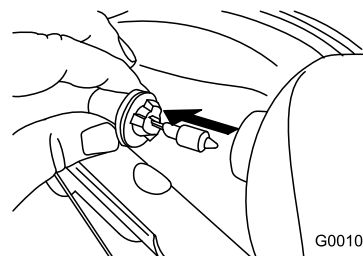

Figure 47
- Sortez directement l'ampoule par l'arrière du phare (Figure 47).